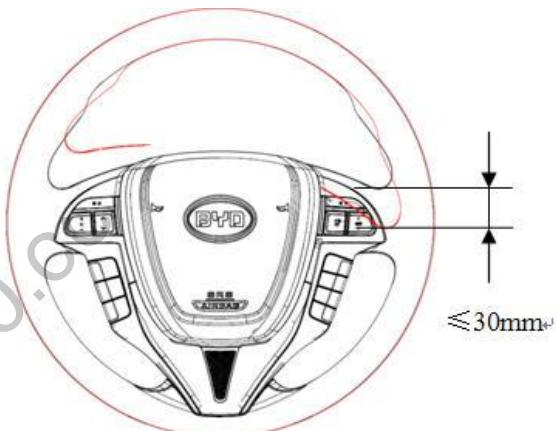

图3-5 转向盘自由行程示意图
- 2) 向左或向右轻轻转动转向盘，检查转向盘的自由行程。如图3-5所示，转向盘最大自由行程